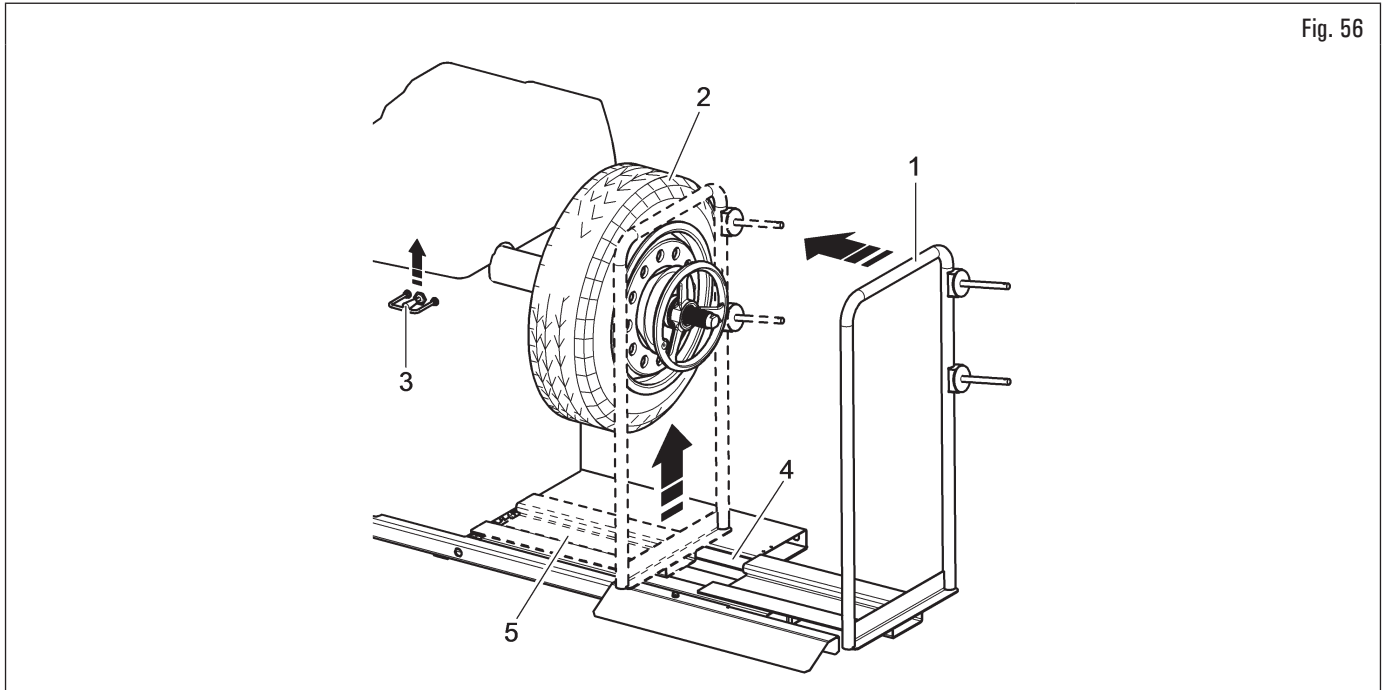

Fig. 56
1. Déplacer vers gauche le support roue (Fig. 56 réf. 1) et porter le plateau d'appui roue (Fig. 56 réf. 5) sous le pneu (Fig. 56 réf. 2) ;
2. soulever le commande de l'élévateur (Fig. 56 réf. 3) et ensuite faire monter la plate-forme (Fig. 56 réf. 4) jusqu'à ce que l'appui roue (Fig. 56 réf. 5) entre au contact avec le pneu (Fig. 56 réf. 2) ;